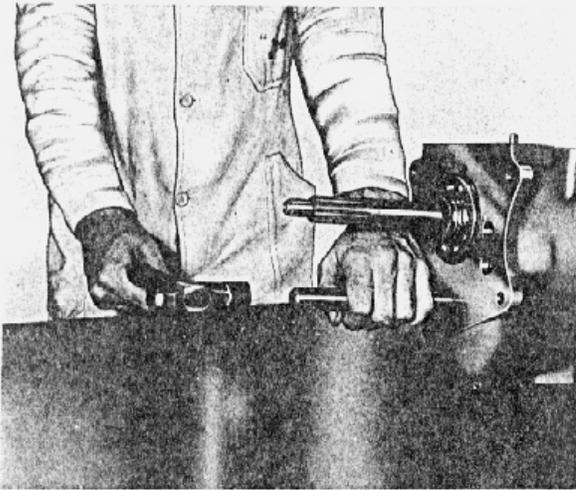

fig. 20 — remoção do eixo do trem intermediário
15. Retirar o eixo intermediário utilizando a ferramenta W-166 (fig. 20). O trem de engrenagens intermediário deve cair para o fundo da caixa.